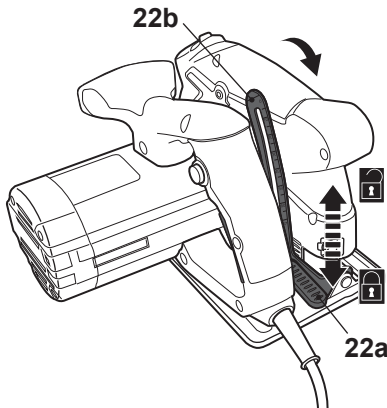

Fig. 5
- > Afloje la palanca de fijación (22a) y levante la carcasa a la profundidad deseada. Utilice la escala de profundidad (22b) como orientación (Fig. 5, 6).
> Apriete a palanca de fijación (22a) para asegurar la profundidad de corte (Fig. 5, 6).